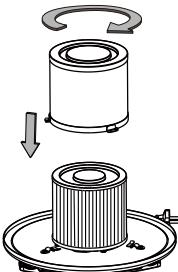

Fig. 2
- Sätt filterkorgen över filterpatronen, tryck och vrid medurs för att låsa på plats (Fig. 2).